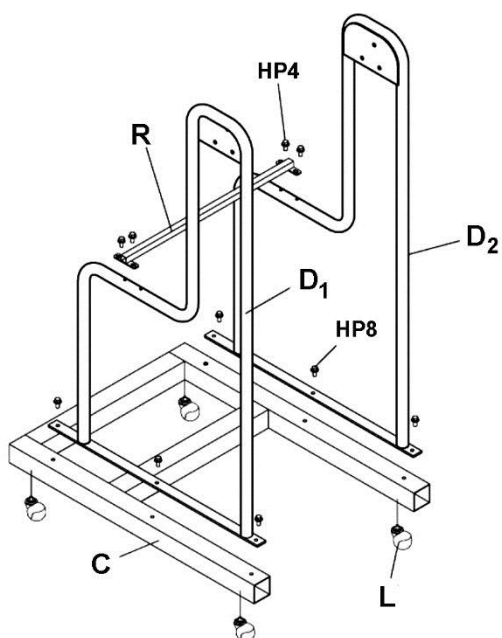

Рис. 3
1. Прикрутите 4 ролика (L) к основанию (C). См. Рис. 3.
2. Прикрутите к основанию (C) левую и правую стойки (D1, D2) с помощью винтов с шестигранной головкой и фланцем (HP8).
3. Прикрутите к основанию (C) опору стоек (R) с помощью винтов с шестигранной головкой и фланцем.